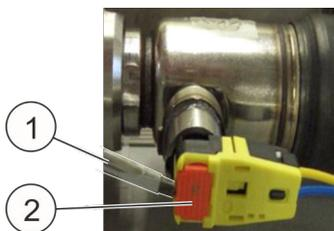

Abb. 52: Zündstecker
8. Mit einem kleinen Schraubendreher (Abb. 52/1) die rote Arretierung (Abb. 52/2) am Zündstecker heraus drücken.